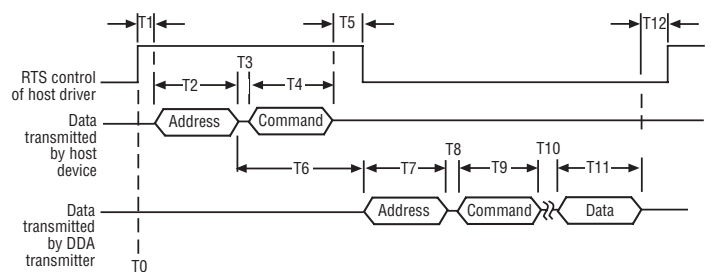

Abb. 4: Informationen zur zeitlichen Organisation des Netzwerkprotokolls
Die Zeitsequenzen des Netzwerkprotokolls (Abfragesequenzen) sind in Abbildung 4 dargestellt. Diese zeitliche Darstellung der Datenübertragungssequenzen liefert auch Informationen dazu, wie der Host-Computer die RS-485-Kommunikationskarte steuert, und veranschaulicht die mittels Treiber aktivierte Steuerung über die RTS-Steuerleitung.
Viele verfügbare Kommunikationskarten (Leitungstreiber), die mit dem Host-Computer verwendet werden können, nutzen einen speziellen Steuerleitungseingang, um die Aktivierung und Deaktivierung des RS-485-Treibers zu steuern. Dieser Eingang ist typischerweise mit der RTS- oder DTR-COM-Port-Steuerleitung des Computer verbunden. Auf diese Weise kann der Computer den Zustand des Treibers steuern, indem er über die Software zwischen den RTS- oder DTR-Signalleitungen umschaltet. Ein Beispiel für dieses Steuerungsverfahren sehen Sie in Abbildung 4. Je nach Hersteller des Gerätes werden auch andere Steuerungsverfahren eingesetzt.
1. Die Sequenz beginnt, wenn der Host seinen RS-485-Treiber aktiviert, um die Adress-/Befehls-Bytes zu übertragen (siehe Zeitlinie „T0“ in Abbildung 4).